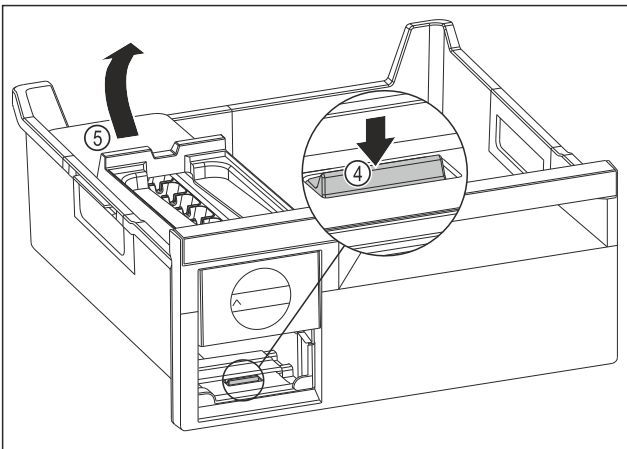

Fig. 112
- ▶ Scoaterea corpului EasyTwist-Ice: Apăsați eclisa Fig. 112 (4) cu degetele în jos și concomitent cu cealaltă mână ridicați corpul EasyTwist-Ice Fig. 112 (5) din spate.